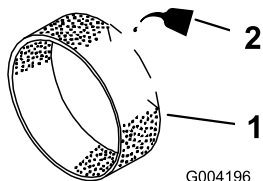

図 44
3. 乾いたらエンジンオイルを 60 cc ほど含ませる（図 44）。